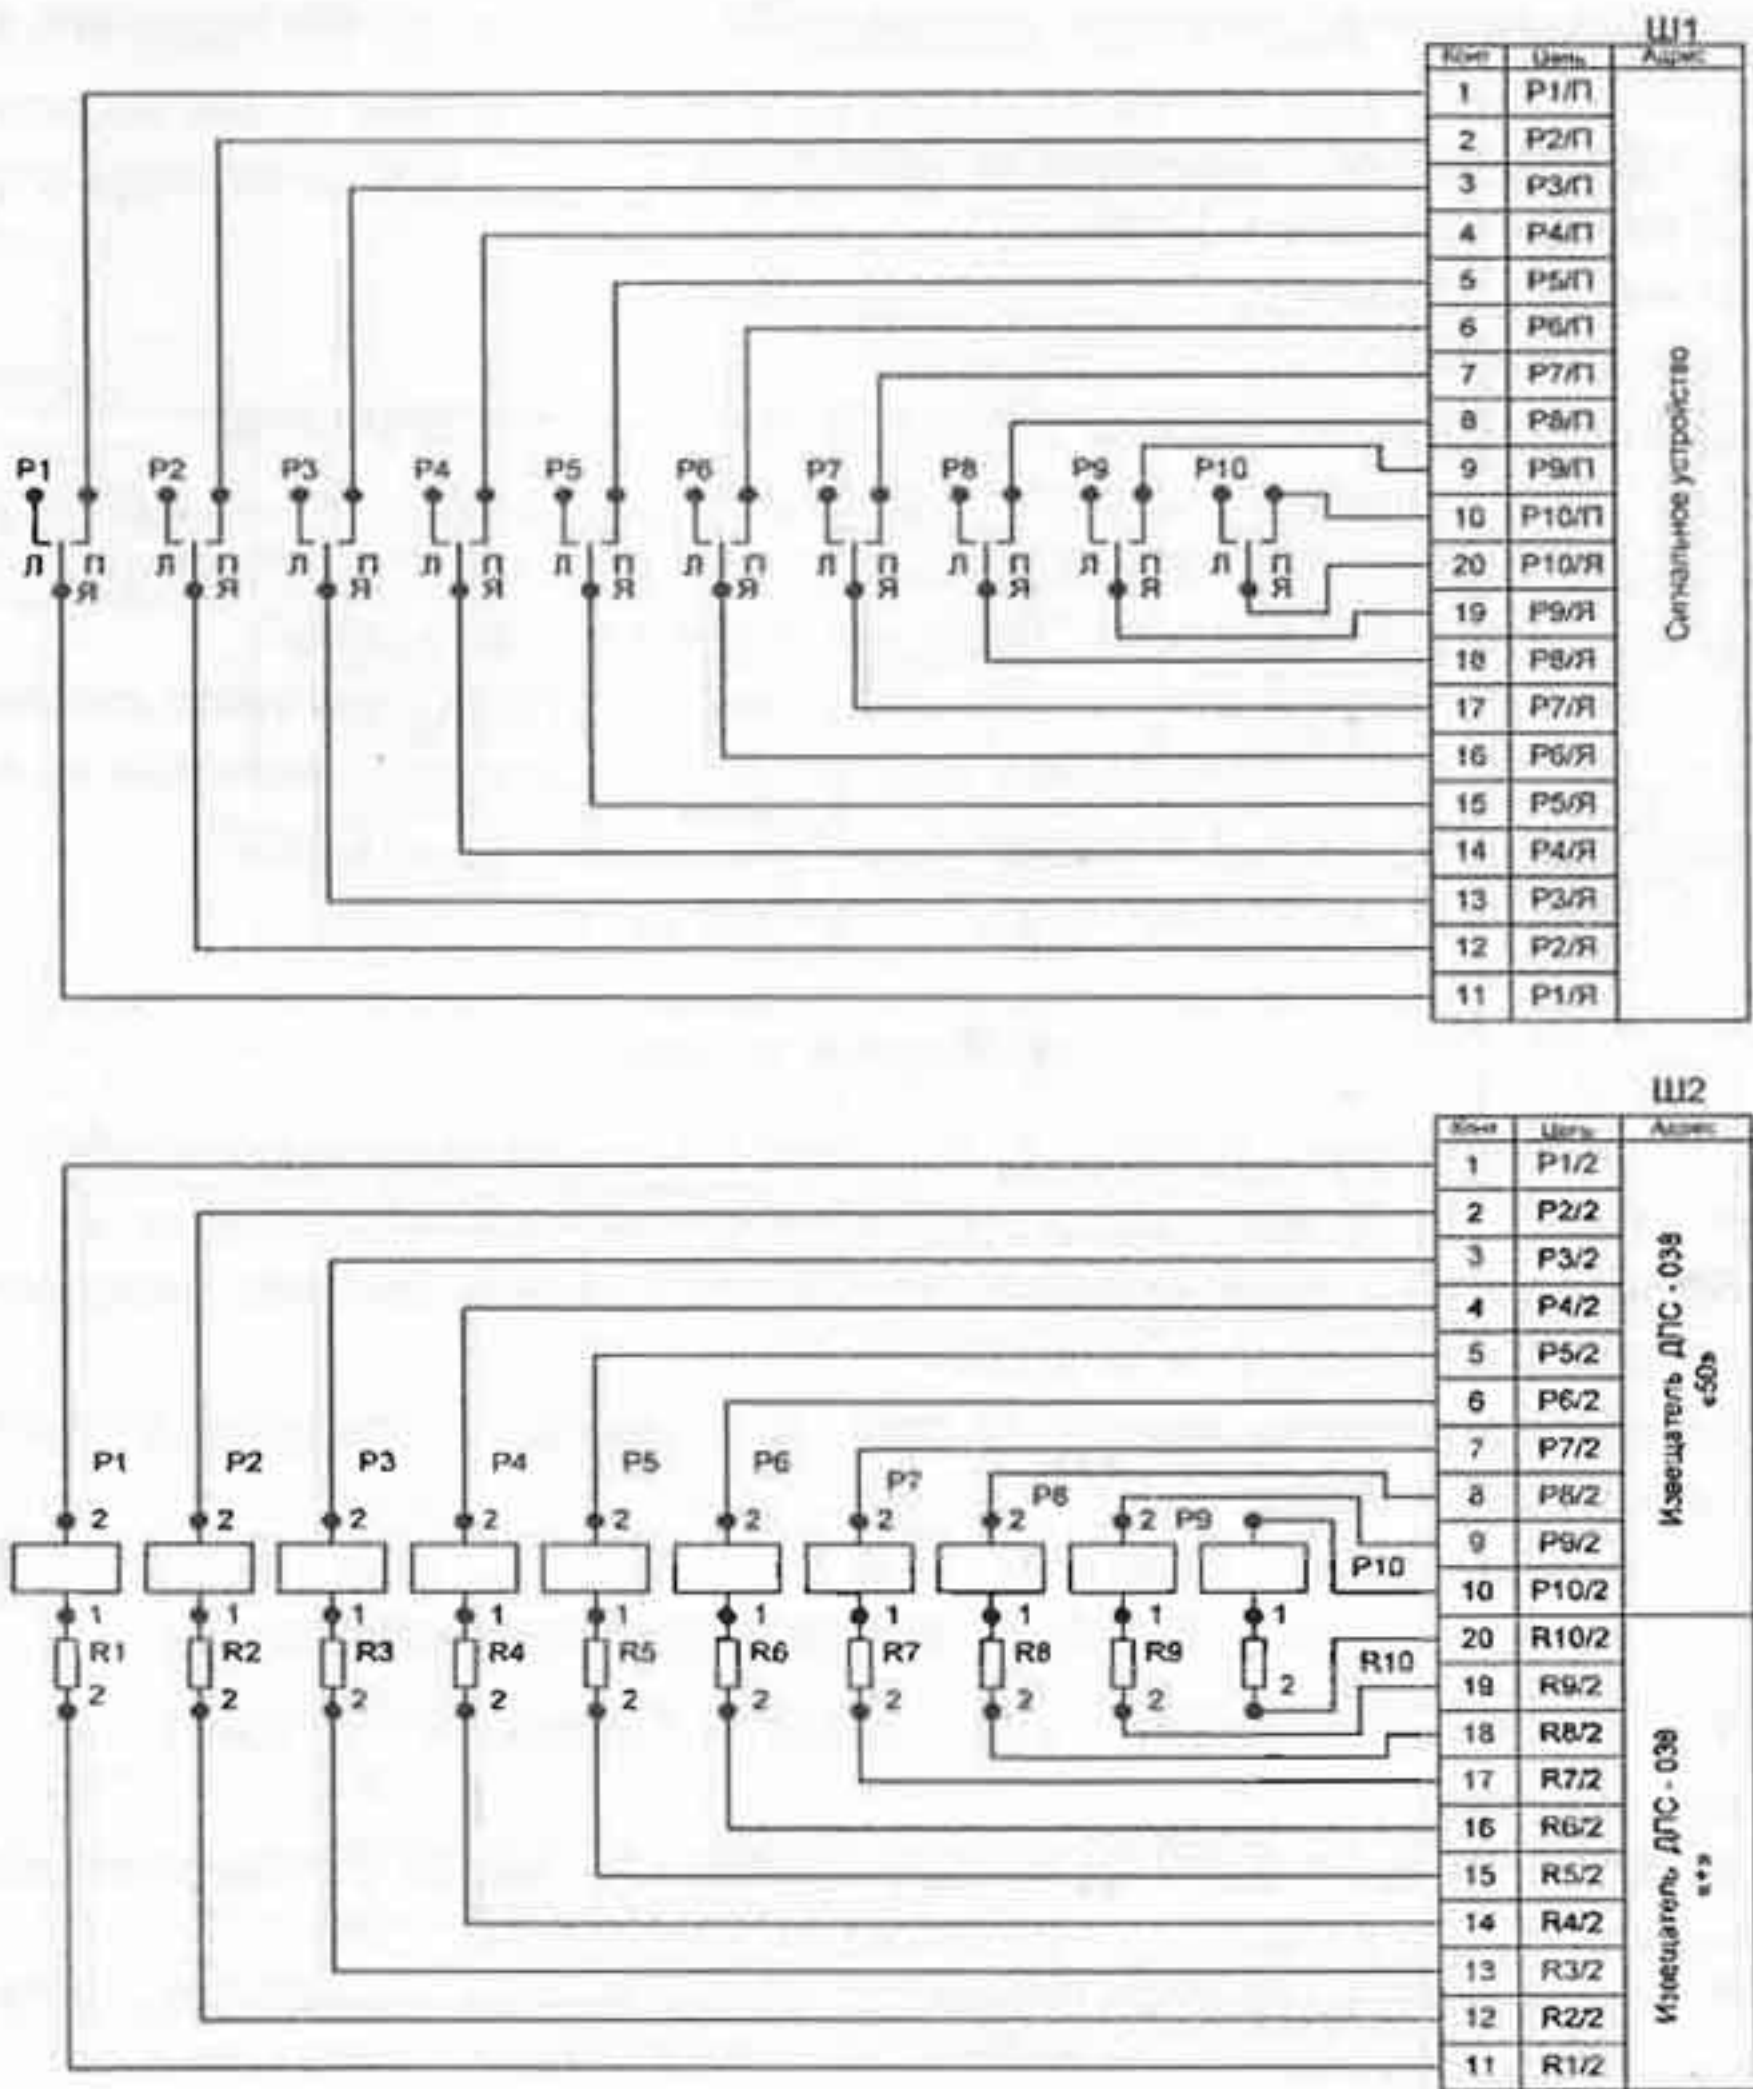

Рис.3. Схема электрическая принципиальная прибора ПИО-017:
4.2.4. Принцип работы ПИО-017 основан на срабатывании реле РПС5 при подаче на его обмотку сигнала об изменении температуры от извещателя ДПС-038. При срабатывании реле РПС5 замыкаются контакты реле, которые включают сигнальное устройство (рис.3).
8.4. Подсоединение проводов от извещателей к ПИО-017 осуществляется через разъем Ш2 (рис.3).
8.5. Подсоединение проводов от контактов реле до сигнального устройства осуществляется через разъем Ш1 (рис.3)
- а) закоротить провода у извещателя ДПС-038 (см. рис.3);